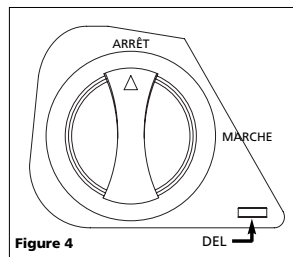

Figure 4
- S'assurer que l'interrupteur du démarreur de secours est éteint (voir la figure 4).